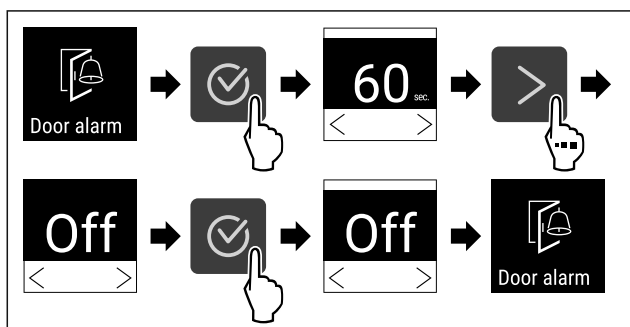

Fig. 118
- ▶ Atlikite veiksmus (žr. Fig. 118) .